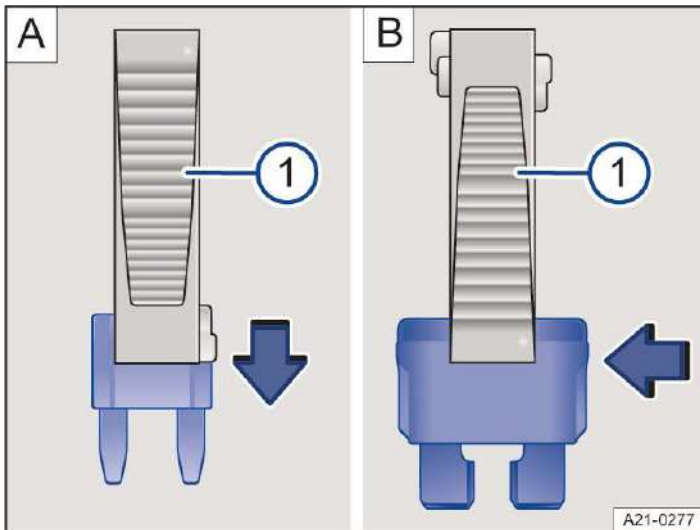

Abb. 2 Sicherung herausziehen oder einsetzen (Prinzipdarstellung).
1. Gegebenenfalls Kunststoffzange → Abb. 2 ① aus der Abdeckung des jeweiligen Sicherungskastens nehmen.
2. Entsprechend der Sicherungsausführung passende Klammer der Kunststoffzange von oben → Abb. 2 (A) oder seitlich → Abb. 2 (B) auf die Sicherung schieben.